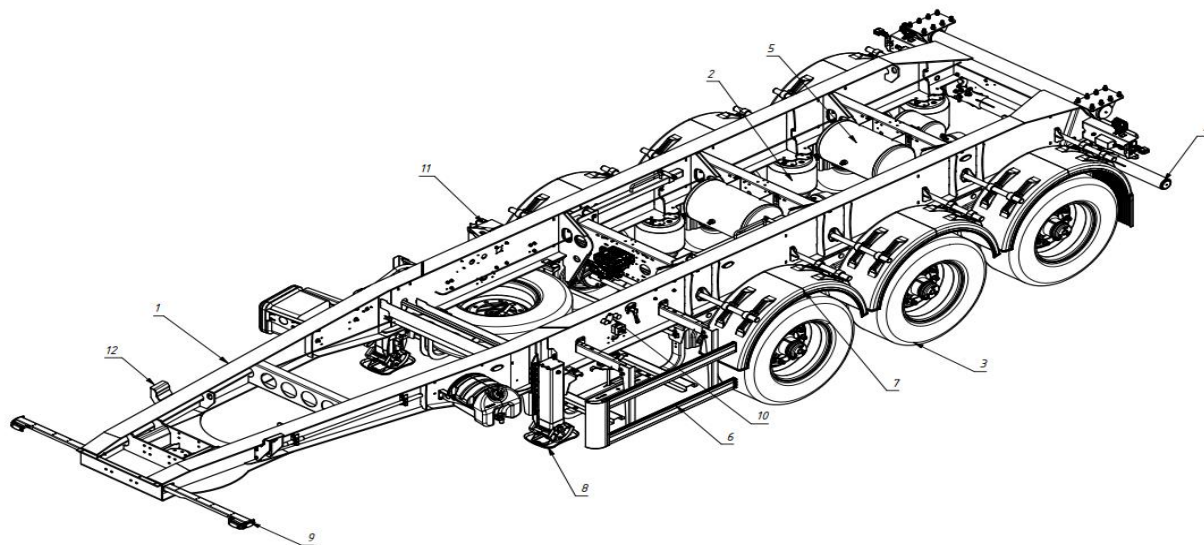

Рис. 1.3 - Шасси полуприцепа
На рис. 1.3 представлено шасси полуприцепа, состоящее из рамы (1), подвески (2), осей с колесами в сборе (3), заднего защитного устройства (4), пневматической тормозной системы (5), боковой защиты (6), крыльев (7), опорного устройства (8), электрооборудования (9), органы управления пневматикой (10), противооткатных упоров (11), уловителей кузова (12).